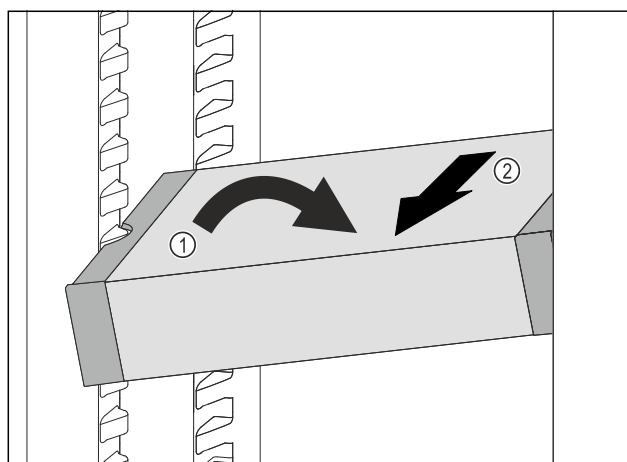

Fig. 119
- Наклонете VarioSafe в хладилната част. Fig. 119 (1)
- Извадете VarioSafe напред. Fig. 119 (2)